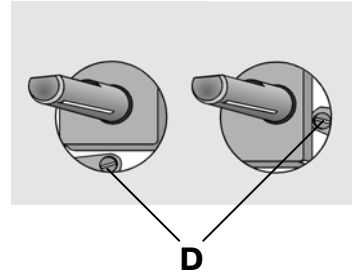

fig. 22
- Se reglează debitul economic cu ajutorul unei șurubelnițe subțiri introdusă în șurubul de reglare (D) până la obținerea unei flăcări de 5 mm (fig.22). În cazul gazului lichefiat (GPL) șurubul de reglare se rotește complet în sensul acelor de ceasornic.